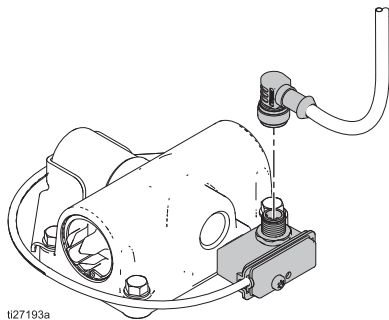

Рис. 2. Разъедините DataTrak
- Отвинтите кабель от узла язычкового переключателя. См. Рис. 2.